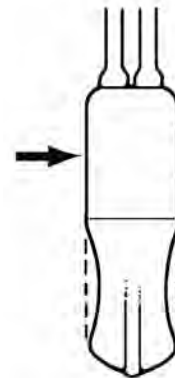

Figure 4-43. Méthode du coton-tige
2. À l'aide d'un coton-tige, exercer une pression sur la zone située juste derrière le bouton de désactivation. (**Figure 4-43**)